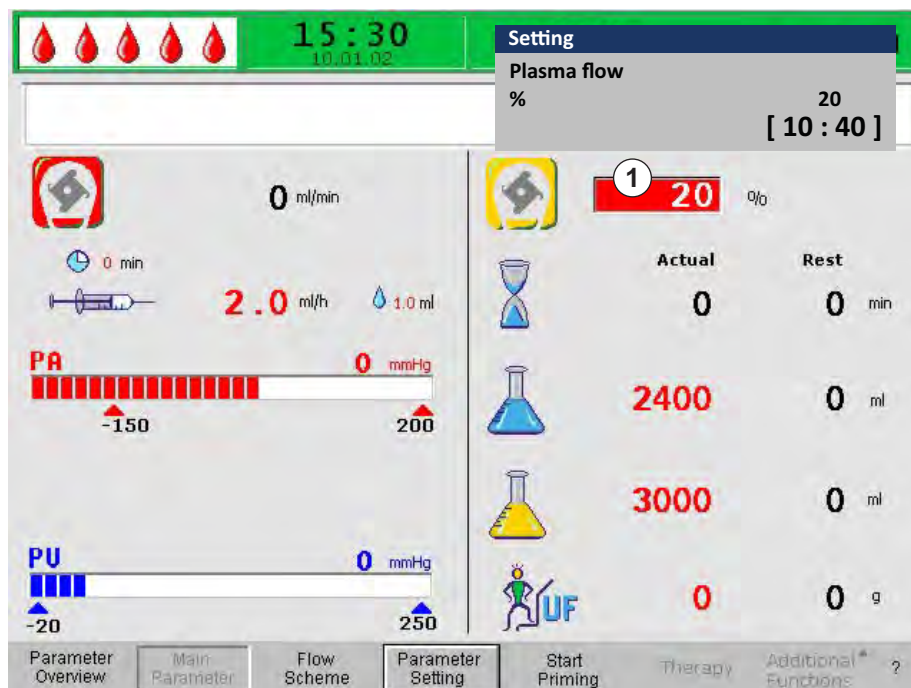

Рис. 2-19 Установка параметра на экране *Main Parameter* (Основной параметр)
- ↪ Поле значения параметра отображается на красном фоне с белой меткой (Рис. 2-19, ①).